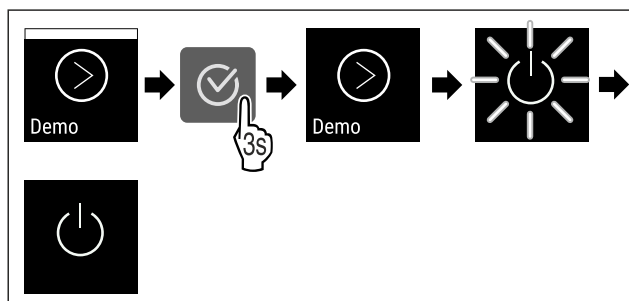

Fig. 111
- ▶ Proved'te akční kroky (viz Fig. 111) .